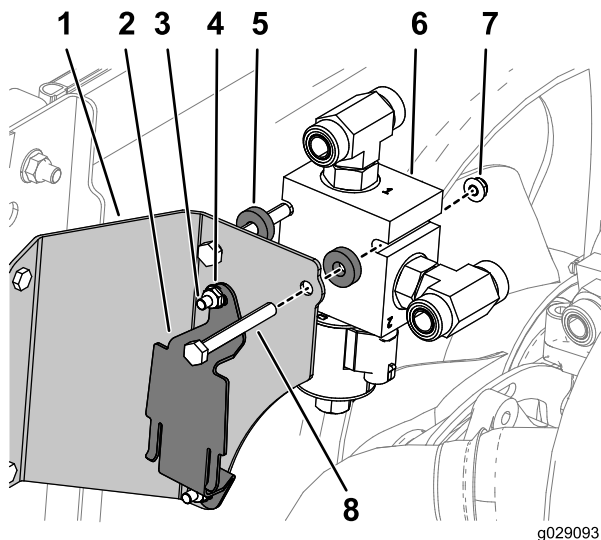

Figura 16
3. Instale o suporte do depósito de expansão do radiador no suporte do conjunto do coletor utilizando dois parafusos (¼ x ¾ pol.) e duas porcas (¼ pol.), como se mostra na Figura 16.
5. Instale o conjunto do coletor no suporte utilizando dois parafusos (5/16 x 2-¾ pol.), dois espaçadores e duas porcas como se mostra na Figura 16.